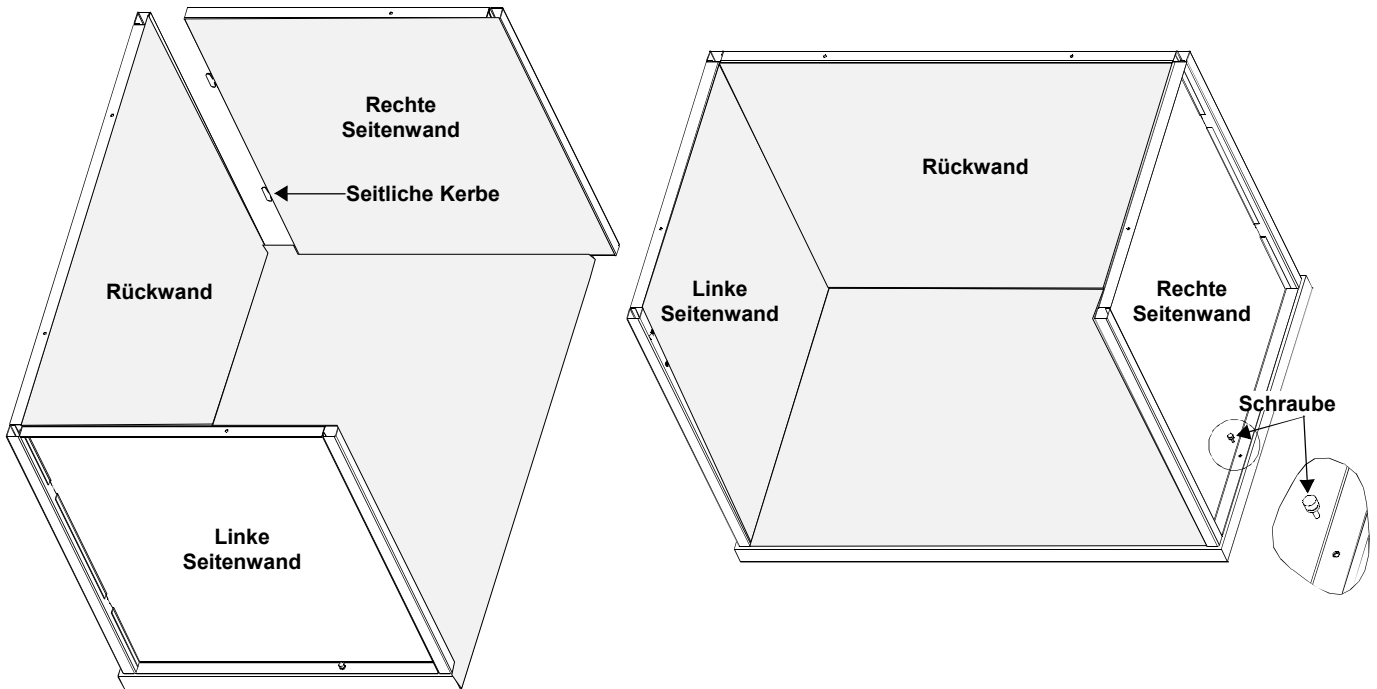

Abbildung 4. Befestigung der rechten Seitenwand an Rückwand und Bodenplatte
6. Bringen Sie die rechte Seitenwand (Nr. 4) so an, dass sich die seitlichen Einkerbungen in die Rückwand (Nr. 2) einfügen. Befestigen Sie die rechte Seitenwand auf der Bodenplatte, indem Sie die beiden Schrauben wie in Abbildung 4 dargestellt anziehen.